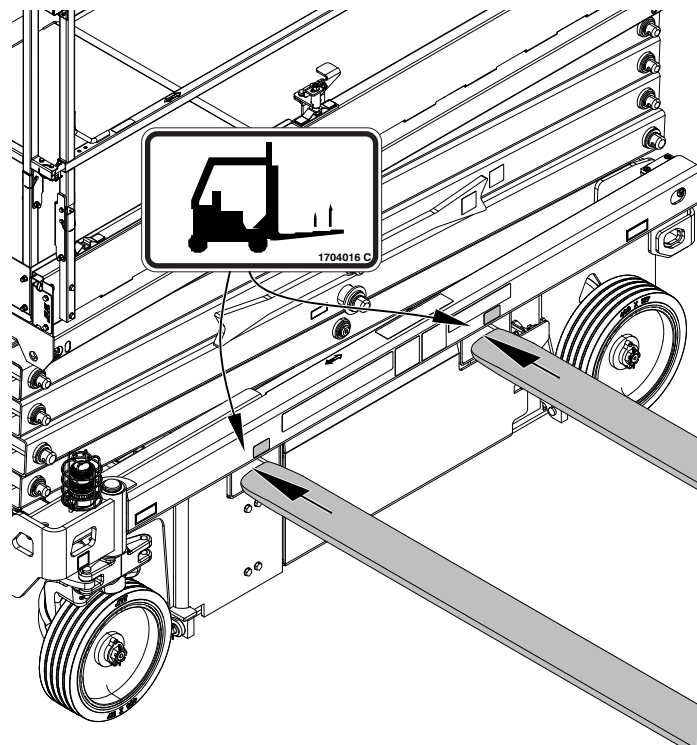

Figura 3-12. Encaixes para Empilhadeira — Localização
A máquina pode ser erguida com uma empilhadeira. Eleve somente usando as cavidades integradas para empilhadeira na lateral da máquina e somente com a plataforma na posição recolhida. Ajuste a largura dos **garfos (1) da empilhadeira** para que se encaixem corretamente nos encaixes de empilhadeira, consulte *Figura 3-12*. Deslize os garfos para dentro dos encaixes da empilhadeira e levante cuidadosamente a máquina.